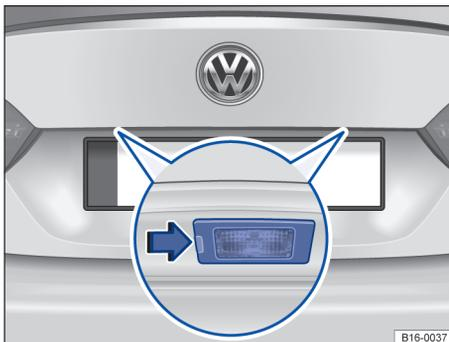

Fig. 203 En el capó del maletero: luz de la matrícula.
2. Presione con la punta plana del destornillador de las herramientas de a bordo ⇒ página 317 en el rebaje de la luz de matrícula, en el sentido de la flecha ⇒ fig. 203.